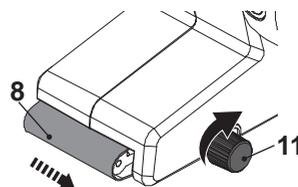

Fig. 4
1. Certifique-se de que o interruptor para ligar/desligar (3) está na sua posição de desligado. Depois, ligue a ficha a uma tomada adequada.
2. Segure bem o produto e prima o interruptor para ligar/desligar (3) e depois solte-o. O rolo de lixa roda durante um curto período de tempo de modo a ser possível verificar se está na posição correta.
3. Enquanto o rolo de lixa estiver a funcionar, ajuste o botão de ajuste de seguimento (7) para alinhar o rolo de lixa com o centro dos rolos (10, 12).
4. Rode o botão de ajuste de seguimento (7) no sentido dos ponteiros do relógio para ajustar o rolo de lixa (8) para a esquerda (visto da perspetiva do operador) (Fig. 4).